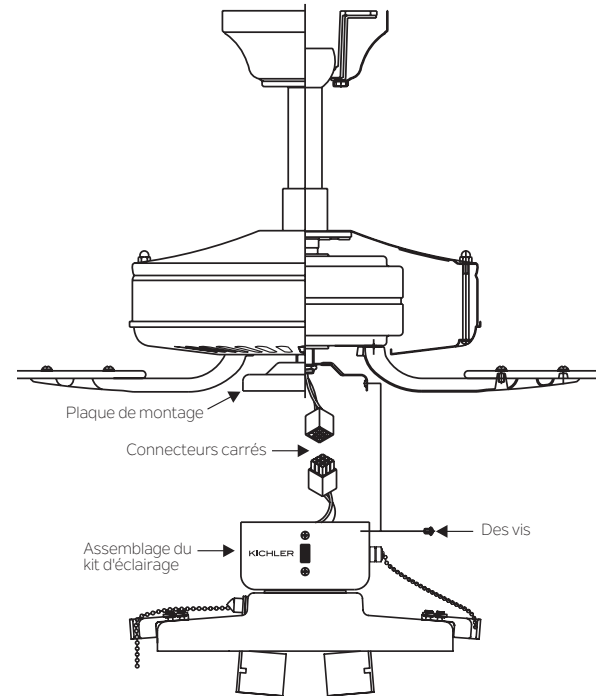

Fig.2
4. Soulevez et maintenez le kit d'éclairage près de la plaque de montage du ventilateur de plafond. Poussez les connecteurs à fils carrés ensemble. (Fig.2)
5. Repoussez soigneusement tous les fils dans le boîtier de l'interrupteur, puis installez le kit d'éclairage sur la plaque de montage à l'aide des 3 vis fournies. Assurez-vous de serrer toutes les vis. (Fig.2)